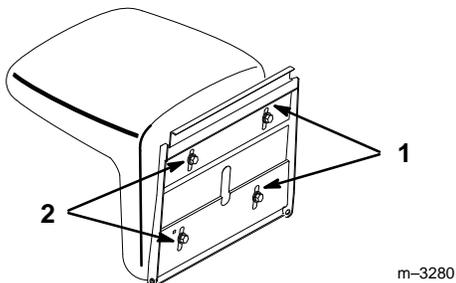

Abbildung 11
2. Die Halteschrauben des Sitzes lösen, den Sitz auf die gewünschte Position in den Einstellschlitz schieben und die Halteschrauben wieder festziehen (Abb. 11).